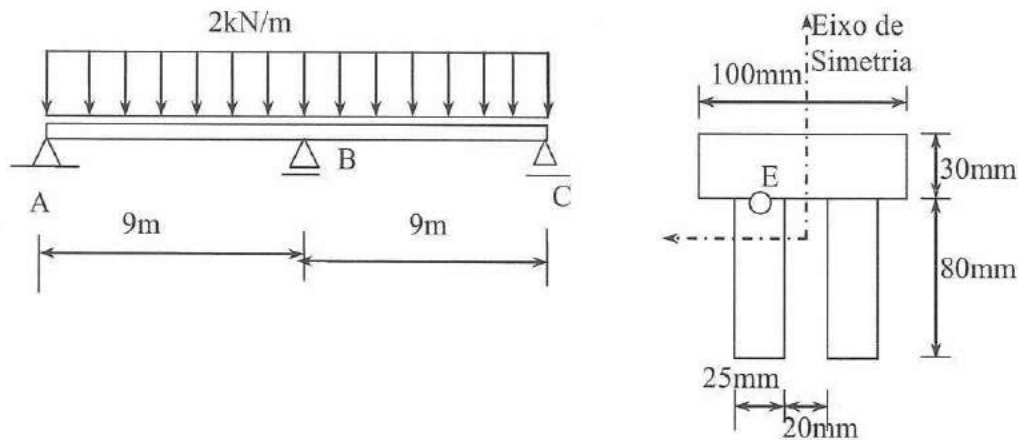

Figura 2
1. Considere a viga Hiperestática representada na figura 2. A secção da viga é um T duplo como se representa.